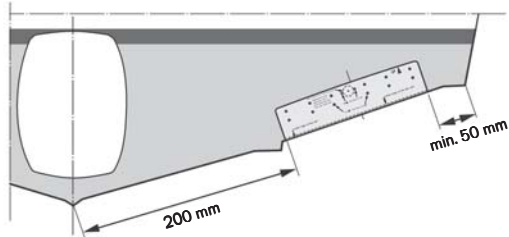

Bild 7
Die Interceptoren (C) **Bild 1 und 4** müssen am Heckspiegel nahe am Kielraum eingebaut werden. Die genaue Position wird durch die Vorlage vorgegeben, die in der Lieferung enthalten ist (detaillierte Anweisungen, siehe unten). Je weiter außenbords die Interceptoren montiert sind desto größer ist die seitliche (laterale) Kontrolle. Den Inrceptor mindestens 50 mm von der Kimme positionieren und zur Mittellinie des Boots führen. Boote mit Außenbordmotoren, Innenbord-/Außenbordmotoren oder Wasserstrahlinstallation müssen einen Mindestabstand von 200 mm von der Mittellinie der tatsächlichen Antriebseinheit zur nächstliegenden Kante der Interceptorgeräte einhalten. **Siehe Bild 7.**